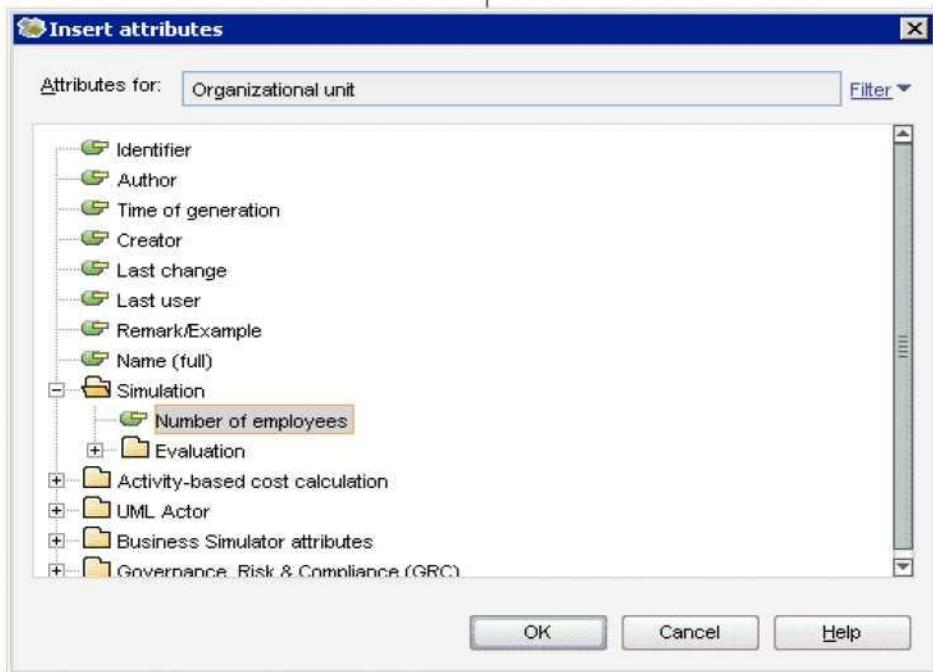

Рис. 15. Окно указания количества работников
6) Чтобы обозначить, что *должность* одновременно могут занимать *несколько сотрудников* (*конструкторский отдел включает в себя ... двух конструкторов 1 категории, двух конструкторов 2 категории, трех технологов.*) выполните следующие действия: назначьте выбранной должности атрибут Number of employees (рис. 15), равный их числу. Для этого выделите должность и на панели Properties щелкните «More attributes». В открывшемся окне добавьте атрибут Number of employees, после чего назначьте ему необходимое значение.